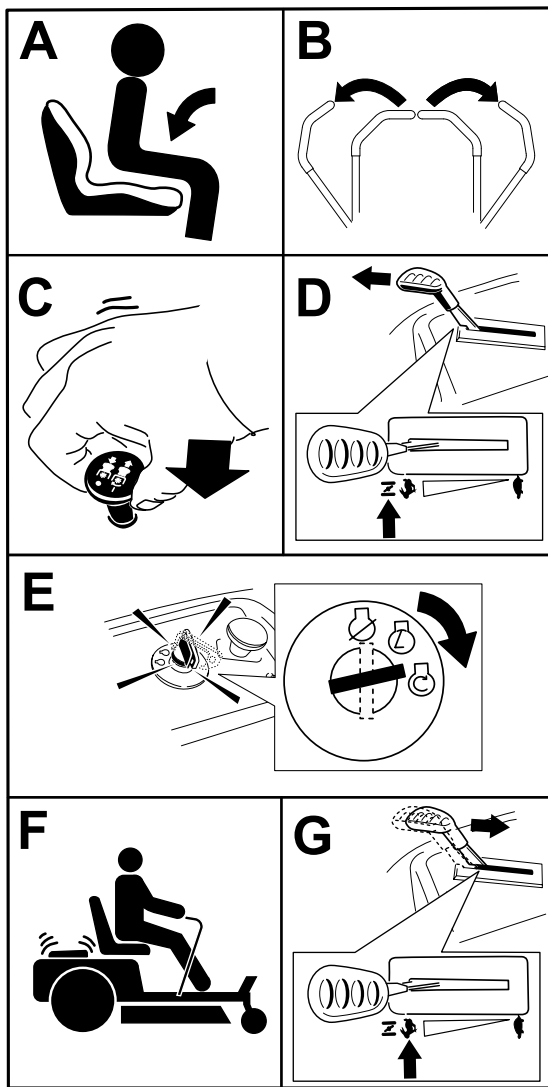

Figura 24
Nota: Pode ser necessário manter a alavanca contra a paragem, na posição de entrada de ar quando tenta ligar o motor (Figura 24).
1. Desengate as lâminas através da deslocação do interruptor de controlo das lâminas na posição DESLIGAR (Figura 24).